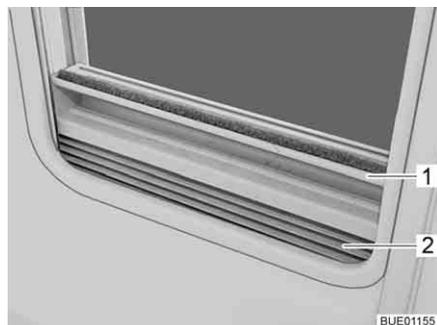

Fig. 33 Tendina oscurante pieghevole
- Afferrare la tendina oscurante pieghevole (Fig. 33,2) per la parte centrale della barra di presa (Fig. 33,1), tirarla dal basso verso all'alto e rilasciarla nella posizione desiderata. La tendina oscurante pieghevole rimane in questa posizione.